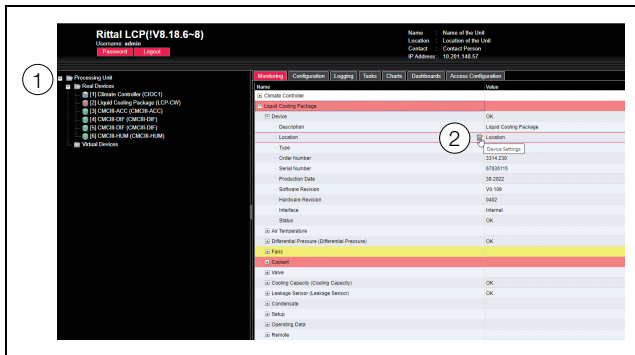

Abb. 134: Auswahl eines einzelnen Parameters
- Klappen Sie nacheinander die Einträge „Liquid Cooling Package“ und „Device“ aus, indem Sie auf das „Plus“-Zeichen vor dem Eintrag klicken (Abb. 134, Pos. 1).
- Setzen Sie den Mauszeiger an das Ende der ersten Spalte in der Zeile „Location“ (Abb. 134, Pos. 2). Es erscheint ein „Edit“-Symbol und der Mauszeiger ändert sich in ein „Hand“-Symbol.